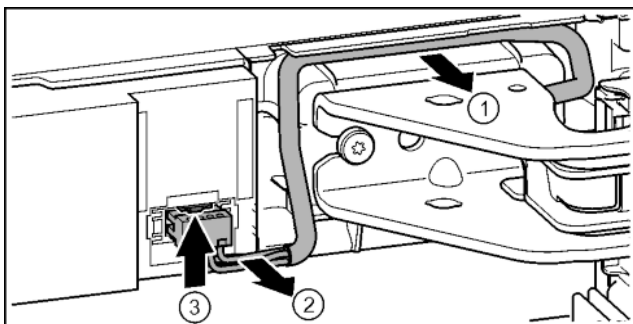

Fig. 21
- ▶ Kabel via de lagerbus voorzichtig uit de geleiding losmaken. *Fig. 21 (1)*
- ▶ Kabeldraad voorzichtig uit de schacht trekken. *Fig. 21 (2)*
- ▶ Las naar boven duwen en stekker voorzichtig eruit trekken. *Fig. 21 (3)*